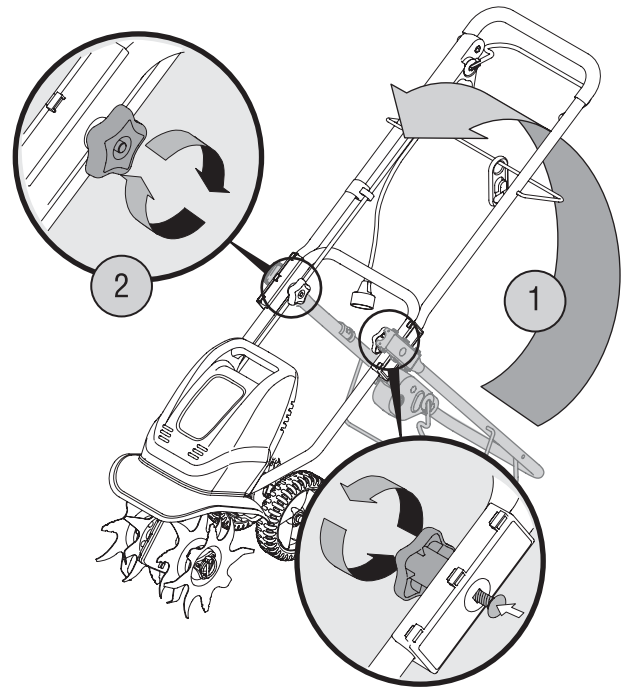

Fig. 2
2. Levante con cuidado y haga girar la manija superior a la posición de funcionamiento (Fig. 2, no. 1).
3. Asegure la manija superior y la manija inferior apretando las perillas manuales (Fig. 2, no. 2). Es necesario asentar cada perno del carro adecuadamente en el orificio cuadrado del conector de plástico.